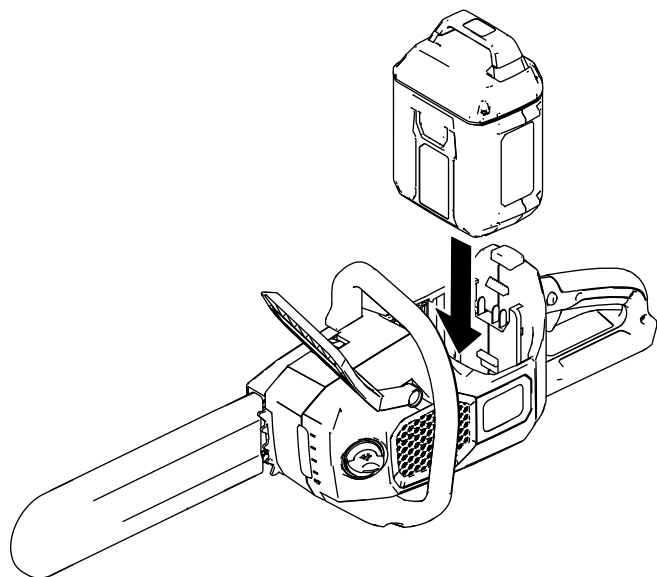

Figura 7
3. Alinhe a extremidade da bateria com a cavidade da bateria na motosserra (Figura 7).